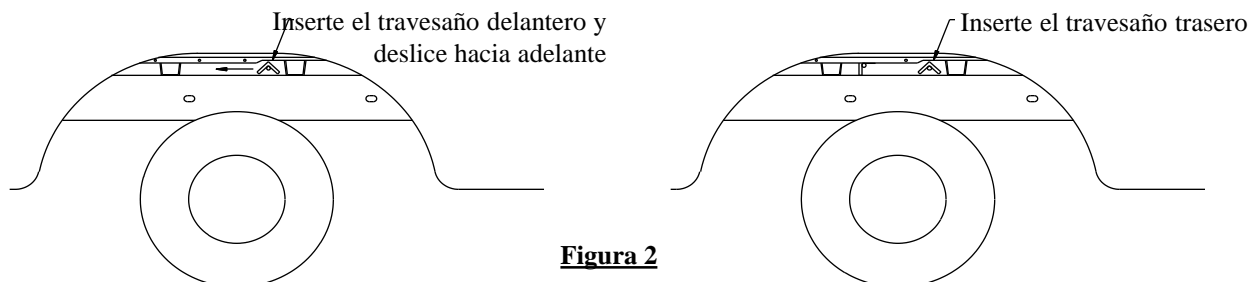

Figura 2
1. Deslice los travesaños delantero y trasero entre el larguero del bastidor y la cama del vehículo como se muestra en la Figura 2. El travesaño delantero tiene (2) orificios adicionales centrados entre las ranuras grandes.